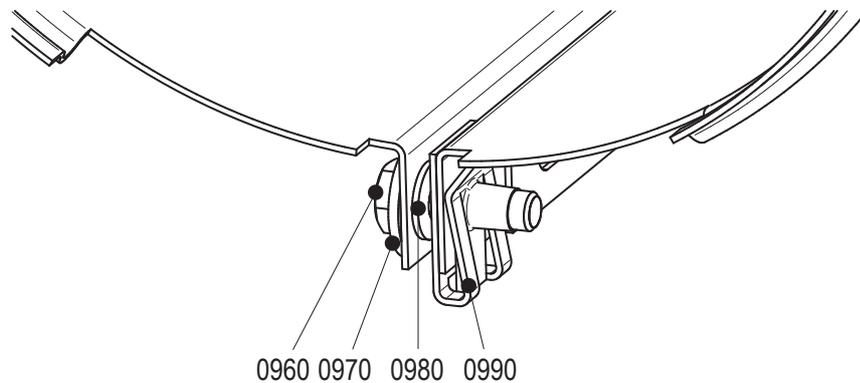

Abbildung 14: Montieren der Haube.
- 1 Schrauben lösen (0960). Siehe Abbildung 14.
- 3 Schutzhaube schließen und Schraube (0960) anbringen. Siehe Abbildung 14.
- 5 Schutzhaube schließen und Schraube (0960) anbringen. Siehe Abbildung 14.